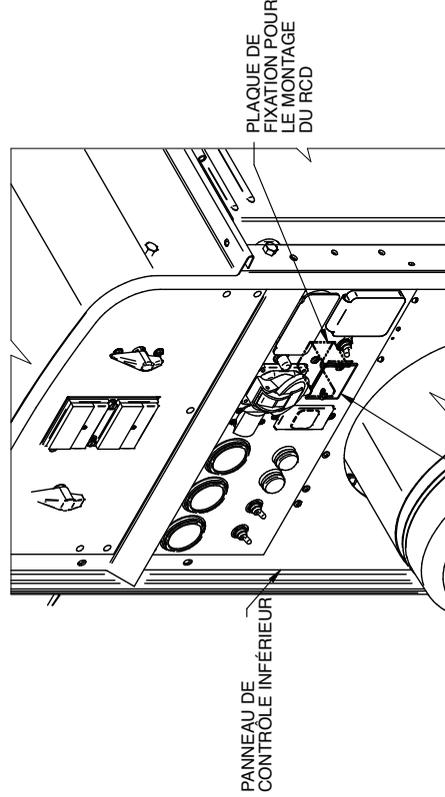

FIGURE 1
3. TOUT EN TENANT LA PLAQUE DE FIXATION DE MONTAGE DU RCD, ÔTER LES DEUX VIS QUI MAINTIENNENT LE COUVERCLE. METTRE DE CÔTÉ LA PLAQUE DE FIXATION ET LES VIS ET JETER LE COUVERCLE (VOIR LA FIGURE 1).